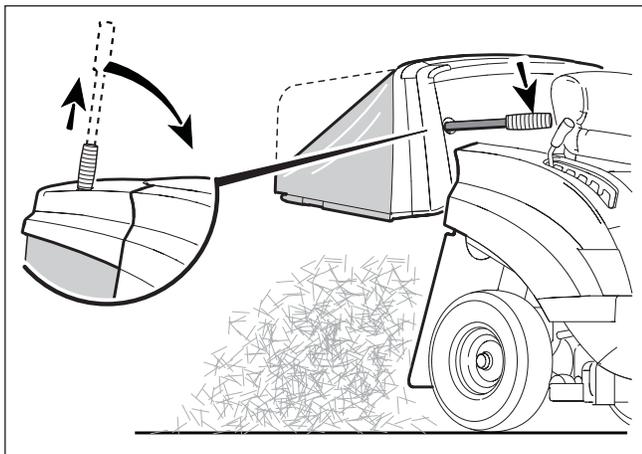

Figure 17
1. Étendre la poignée de l'ensacheuse à herbe et la faire tourner vers l'avant jusqu'à ce que l'ensemble de l'ensacheuse à herbe soit complètement ouvert dans le bas (voir la Figure 17).